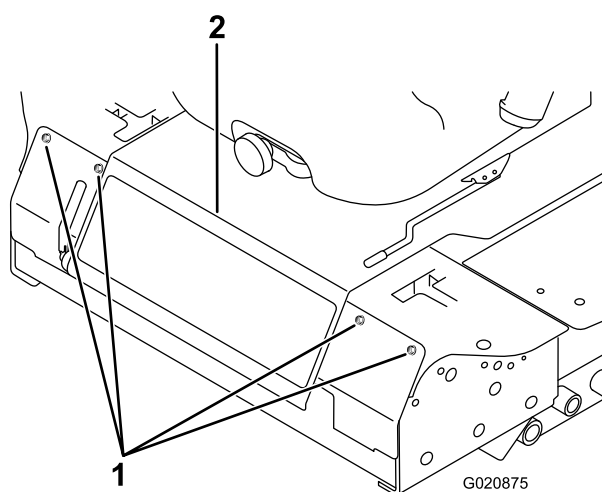

Figure 56
3. Retirez les boulons de fixation du panneau avant et déposez le panneau (Figure 56).